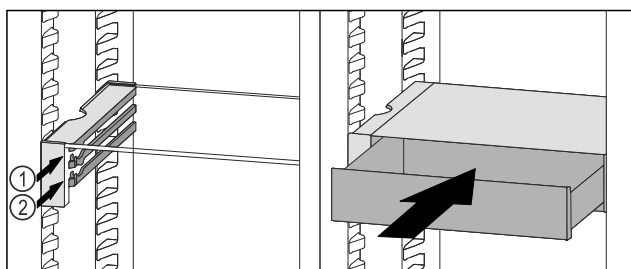

Fig. 91
- Placer le tiroir VarioSafe derrière les butées sur la nervure désirée Fig. 91 (1) ou Fig. 91 (2).